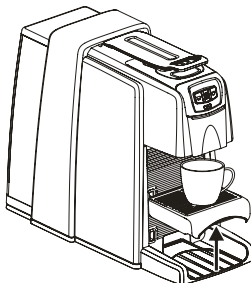

Fig. 4
- Caffè espresso: si consiglia di utilizzare la posizione superiore della vasca raccogliocce, agganciandola ai due fori superiori (Fig.4).
- Posizionare una tazza o tazzina sotto l'erogatore (Fig.4 e 5).